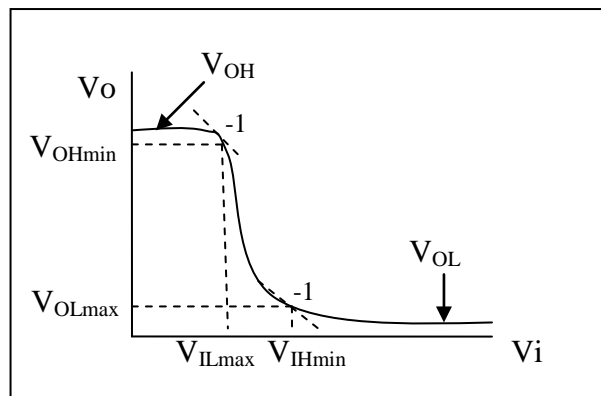

Figura 1. Curva de transferencia de una puerta inversora.
- Al hacerlo, debe aparecer la curva de transferencia inversora CMOS, donde se pueden medir los diferentes parámetros de tensión. La figura 1 muestra el aspecto de una curva de transferencia inversora **genérica**.